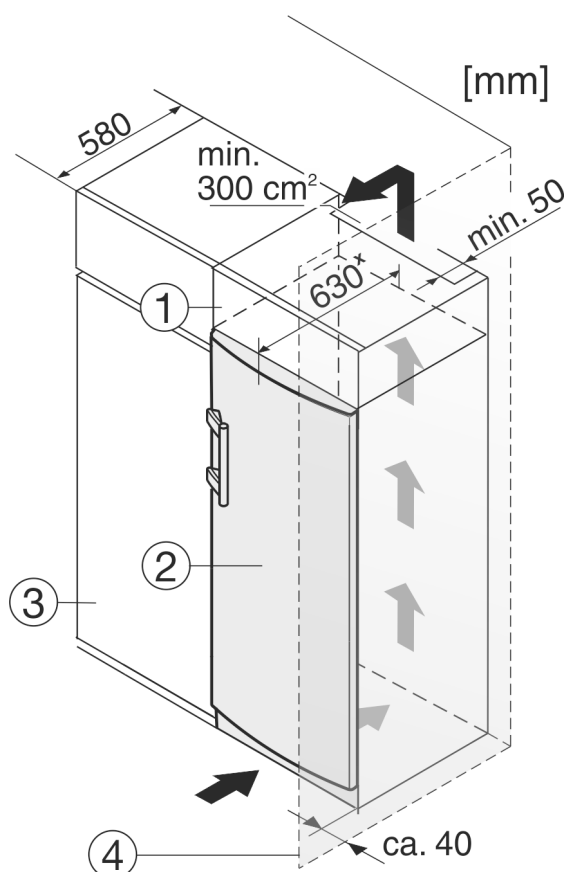

Fig. 10
(1) Nadgradna omarica
(2) Naprava
(3) Kuhinjska omarica
(4) Stena
Okoli naprave lahko vgradite kuhinjske omare. Za poravnavo naprave *Fig. 10 (2)* s kuhinjskimi elementi lahko nad napravo postavite ustrezno nadgradno omarico *Fig. 10 (1)*.
Pri vgradnji aparata v kuhinjske omare (globina maks. 580 mm) lahko aparat postavite neposredno ob kuhinjsko omaro *Fig. 10 (3)*. Aparat je ob strani postavljen 34 mm * in na sredini aparata 50 mm * od čelne stranice kuhinjske omare.
Če aparat postavite s tečaji ob steni *Fig. 10 (4)*, mora razdalja med aparatom in steno znašati vsaj 40 mm. To ustreza velikosti ročaja pri odprtih vratih.